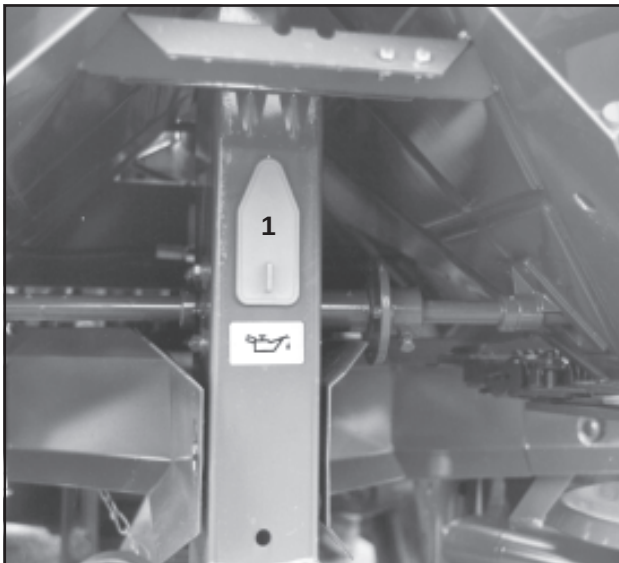

Fig. 9.1
2. Aksel for røremekanisme – rengjør drivkjeden og smør den inn med fett (Fig. 9.1/1).